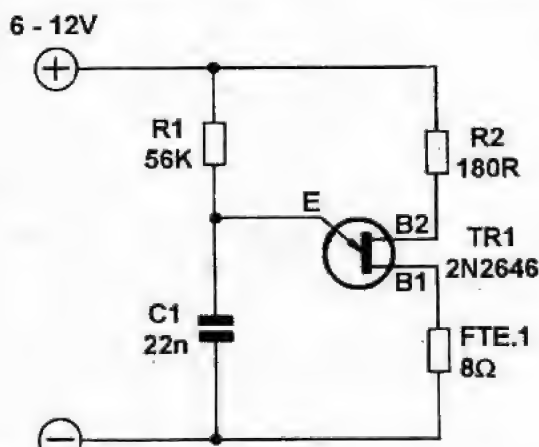

Fig.5
- **FIG. 5** - Um dos mais simples e pequenos geradores diretos de som que se pode implementar com os modernos componentes discretos, é aquele centrado num transistor unijunção (TUN), cujo esquema básico é mostrado no diagrama...! A frequência básica de oscilação é determinada pelos valores de R1 e C1. O som gerado é relativamente fraco, já que a presença de R2 na função de limitador de corrente